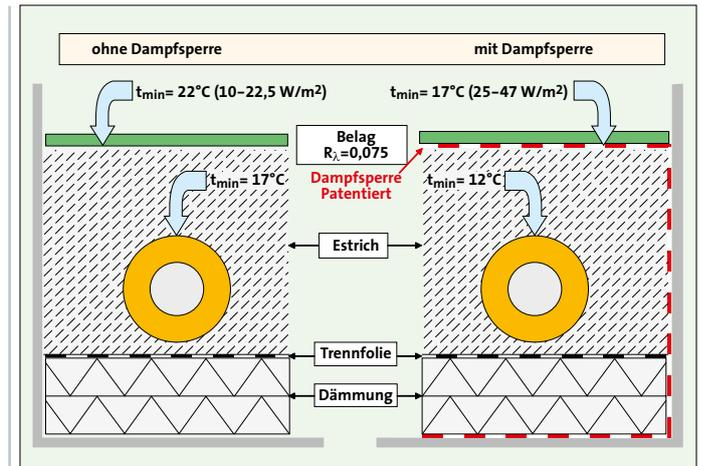

Bild 1: Konventionelle Flächenkühlung (links) und Behr-System (rechts), beide mit großem Verlegeabstand
Konventionelle Flächenkühlsysteme im Fußboden weisen nur eine begrenzte Leistungsfähigkeit auf. Der abzuführenden Wärmeleistung steht als größte physikalische Herausforderung der Taupunkt entgegen. Um Schwitzwasserbildung zu vermeiden, können konventionelle Kühlsysteme meist nicht mit sehr tiefen Temperaturen gefahren werden, was wiederum die Kühlleistung limitiert. Genau hier setzt das optimierte, patentierte Fußboden-Kühlsystem des erfahrenen Stuttgarter Klimaexperten Dipl.-Ing. (FH) Peter Behr an. Dank einer Dampfsperre, die den gesamten Fußbodenaufbau umschließt, kann die Taupunktsgrenze verlagert werden – und zwar von der Oberfläche der Rohrleitungen an die Estrichoberfläche (Bild 1). Die Estrichoberfläche wiederum weist höhere Temperaturen als die vergleichsweise kühlen Rohre auf. Aufgrund dieser Verlagerung kann das Behr-System mit wesentlich niedrigeren Temperaturen und damit höheren Kühlleistungen gefahren werden.